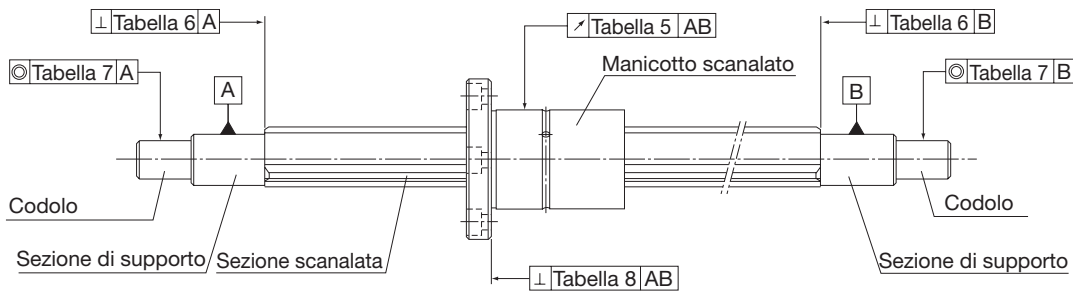

Fig.3 Elementi di misura della precisione dell'albero scanalato
La precisione dell'albero scanalato è classificata in tre gradi: normale (nessun simbolo), elevato (H) e preciso (P), in base all'oscillazione della circonferenza del manicotto scanalato in relazione ai supporti dell'albero scanalato. La fig. 3 mostra i punti di misura.